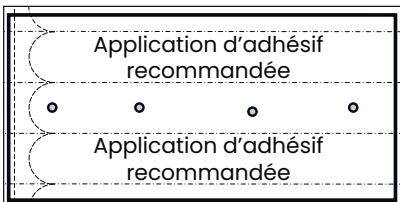

Figure 9: Emplacement recommandé pour l'adhésif
7. Appliquez de l'adhésif tout au long du rebord extérieur du panneau Xpress Trak et sur quatre cercles de 1" au centre du panneau (voir **Figure 9**).